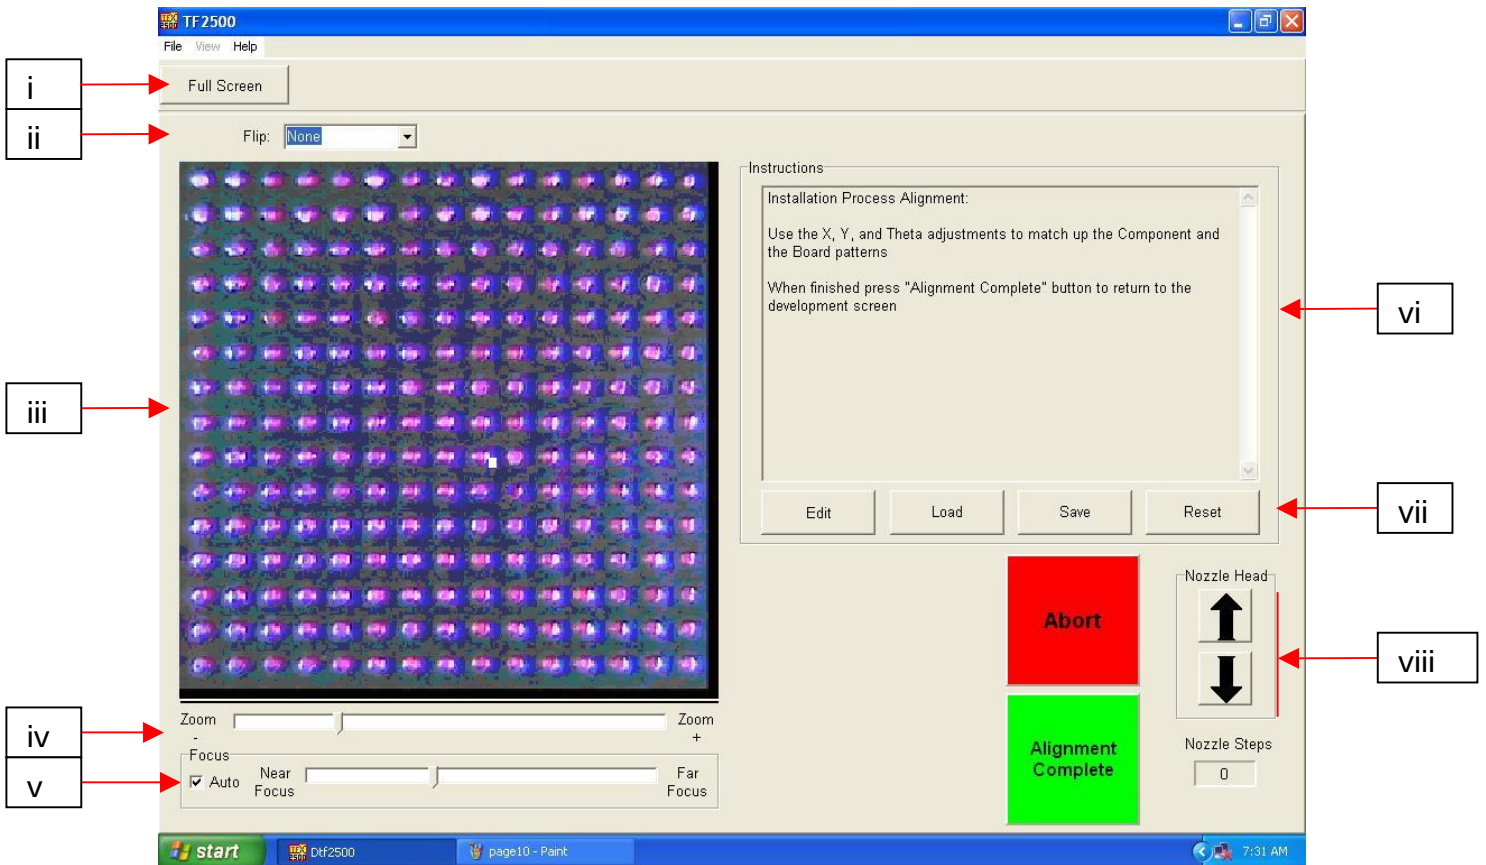

Figure 5
f. Description de l'écran d'alignement (figure 5).